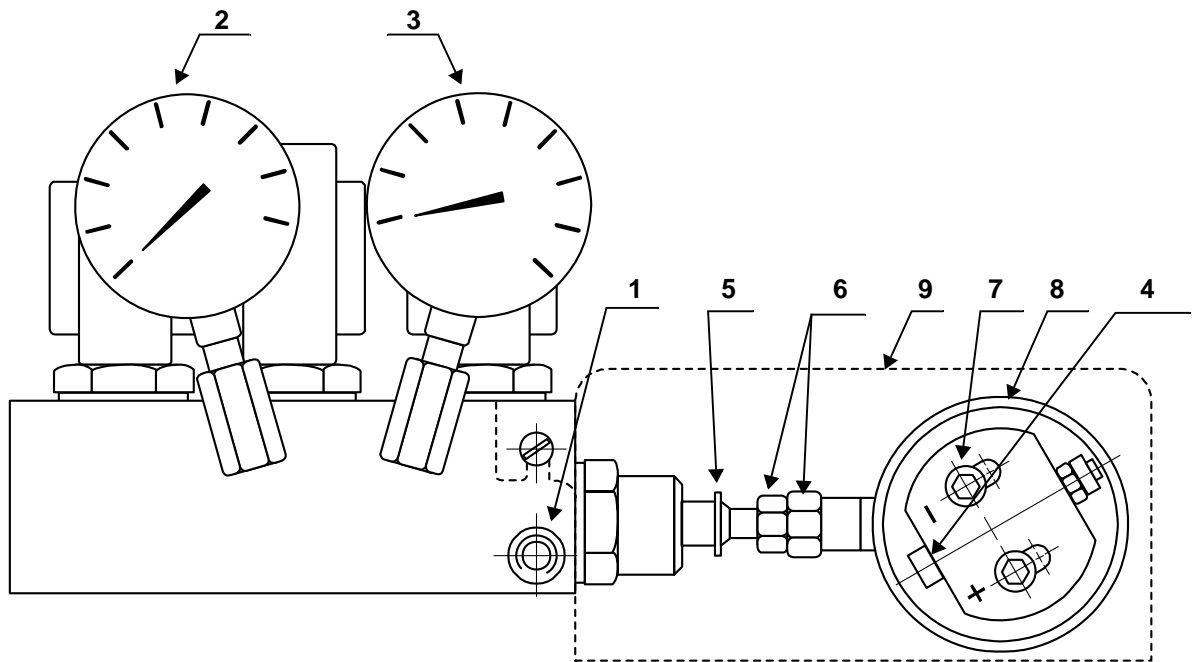

图. 3
改变回油管路上的压力 ( 压力表 3 图 . 3 ) 可改变喷嘴的流量 .
- 用手缓慢转动凸轮 1) 图 .5 ( 连接着可变偏心环 8) 图 .3 并带可变钢带), 可通过压力表 3) 图 .3 检查压力的变化.
回油压力最佳的调节可通过改变偏心环 8) 图 .3 上的 调节螺母和锁紧螺母 6) 图 .3 来进行.
燃烧头的行程对应于偏心环 (8) 图 . 3 和带可变轮廓的凸轮 (1) 图 . 5 的变化 . 燃烧头的位置标注在刻度杆 (2) 图 . 4.